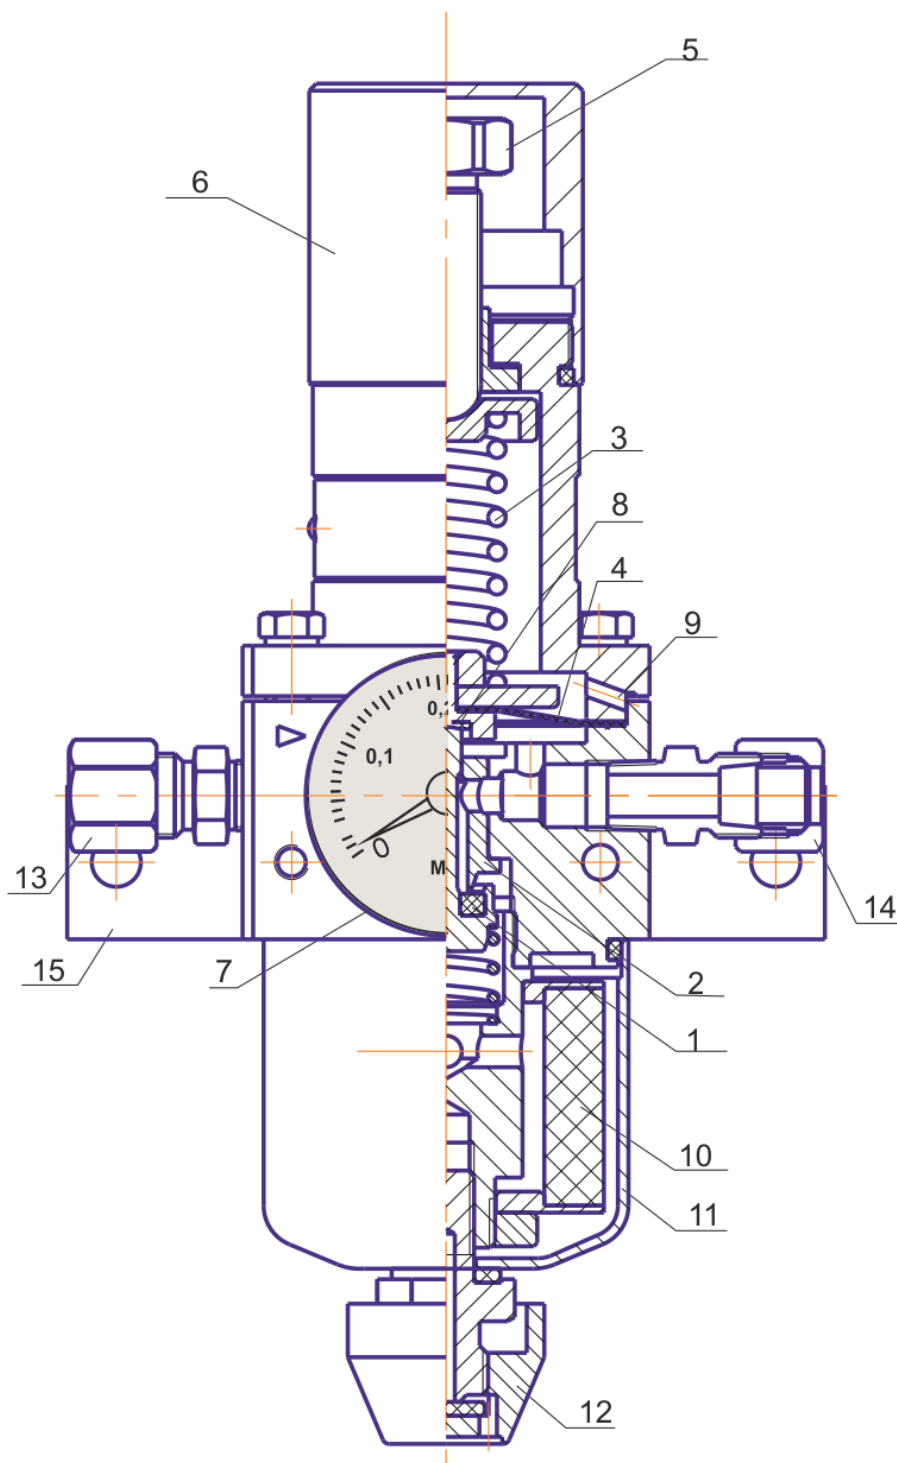

Рисунок 4.1 - Конструкция редуктора РДФ-01М1
Крепление редуктора осуществляется с помощью кронштейна 15 через два отверстия винтами М6 (см. рисунок 4.1).
– подать на вход редуктора воздух давлением до 0,8 МПа (8,0 кгс/см2) и вращением винта 5 (см. рисунок 4.1) установить на выходе давление 0,2 МПа (2,0 кгс/см2).